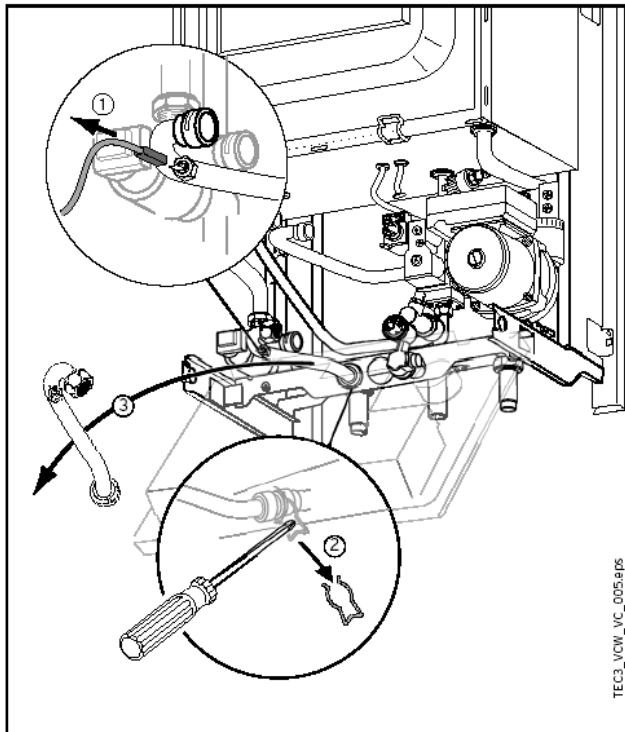

Рис. 5: Демонтируйте трубку горячей воды.
7. Демонтируйте трубку горячей воды. См. рис. 5.